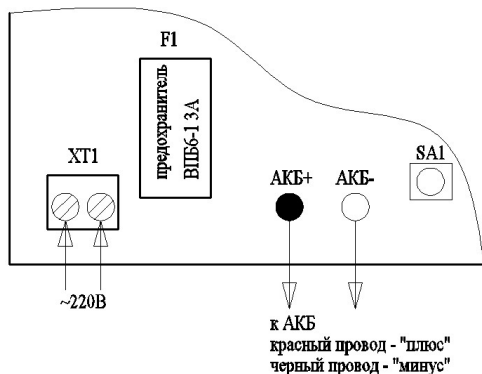

Рисунок.2 Схема внешних подключений основного и резервного источников питания
- вход напряжения питания (клеммы «СЕТЬ 220В») служит для питания прибора от сети переменного напряжения 220В (см. рис. 2);
9.4. Электрические соединения прибора при установке производятся в соответствии со схемой подключения (рис. 2 и 3).